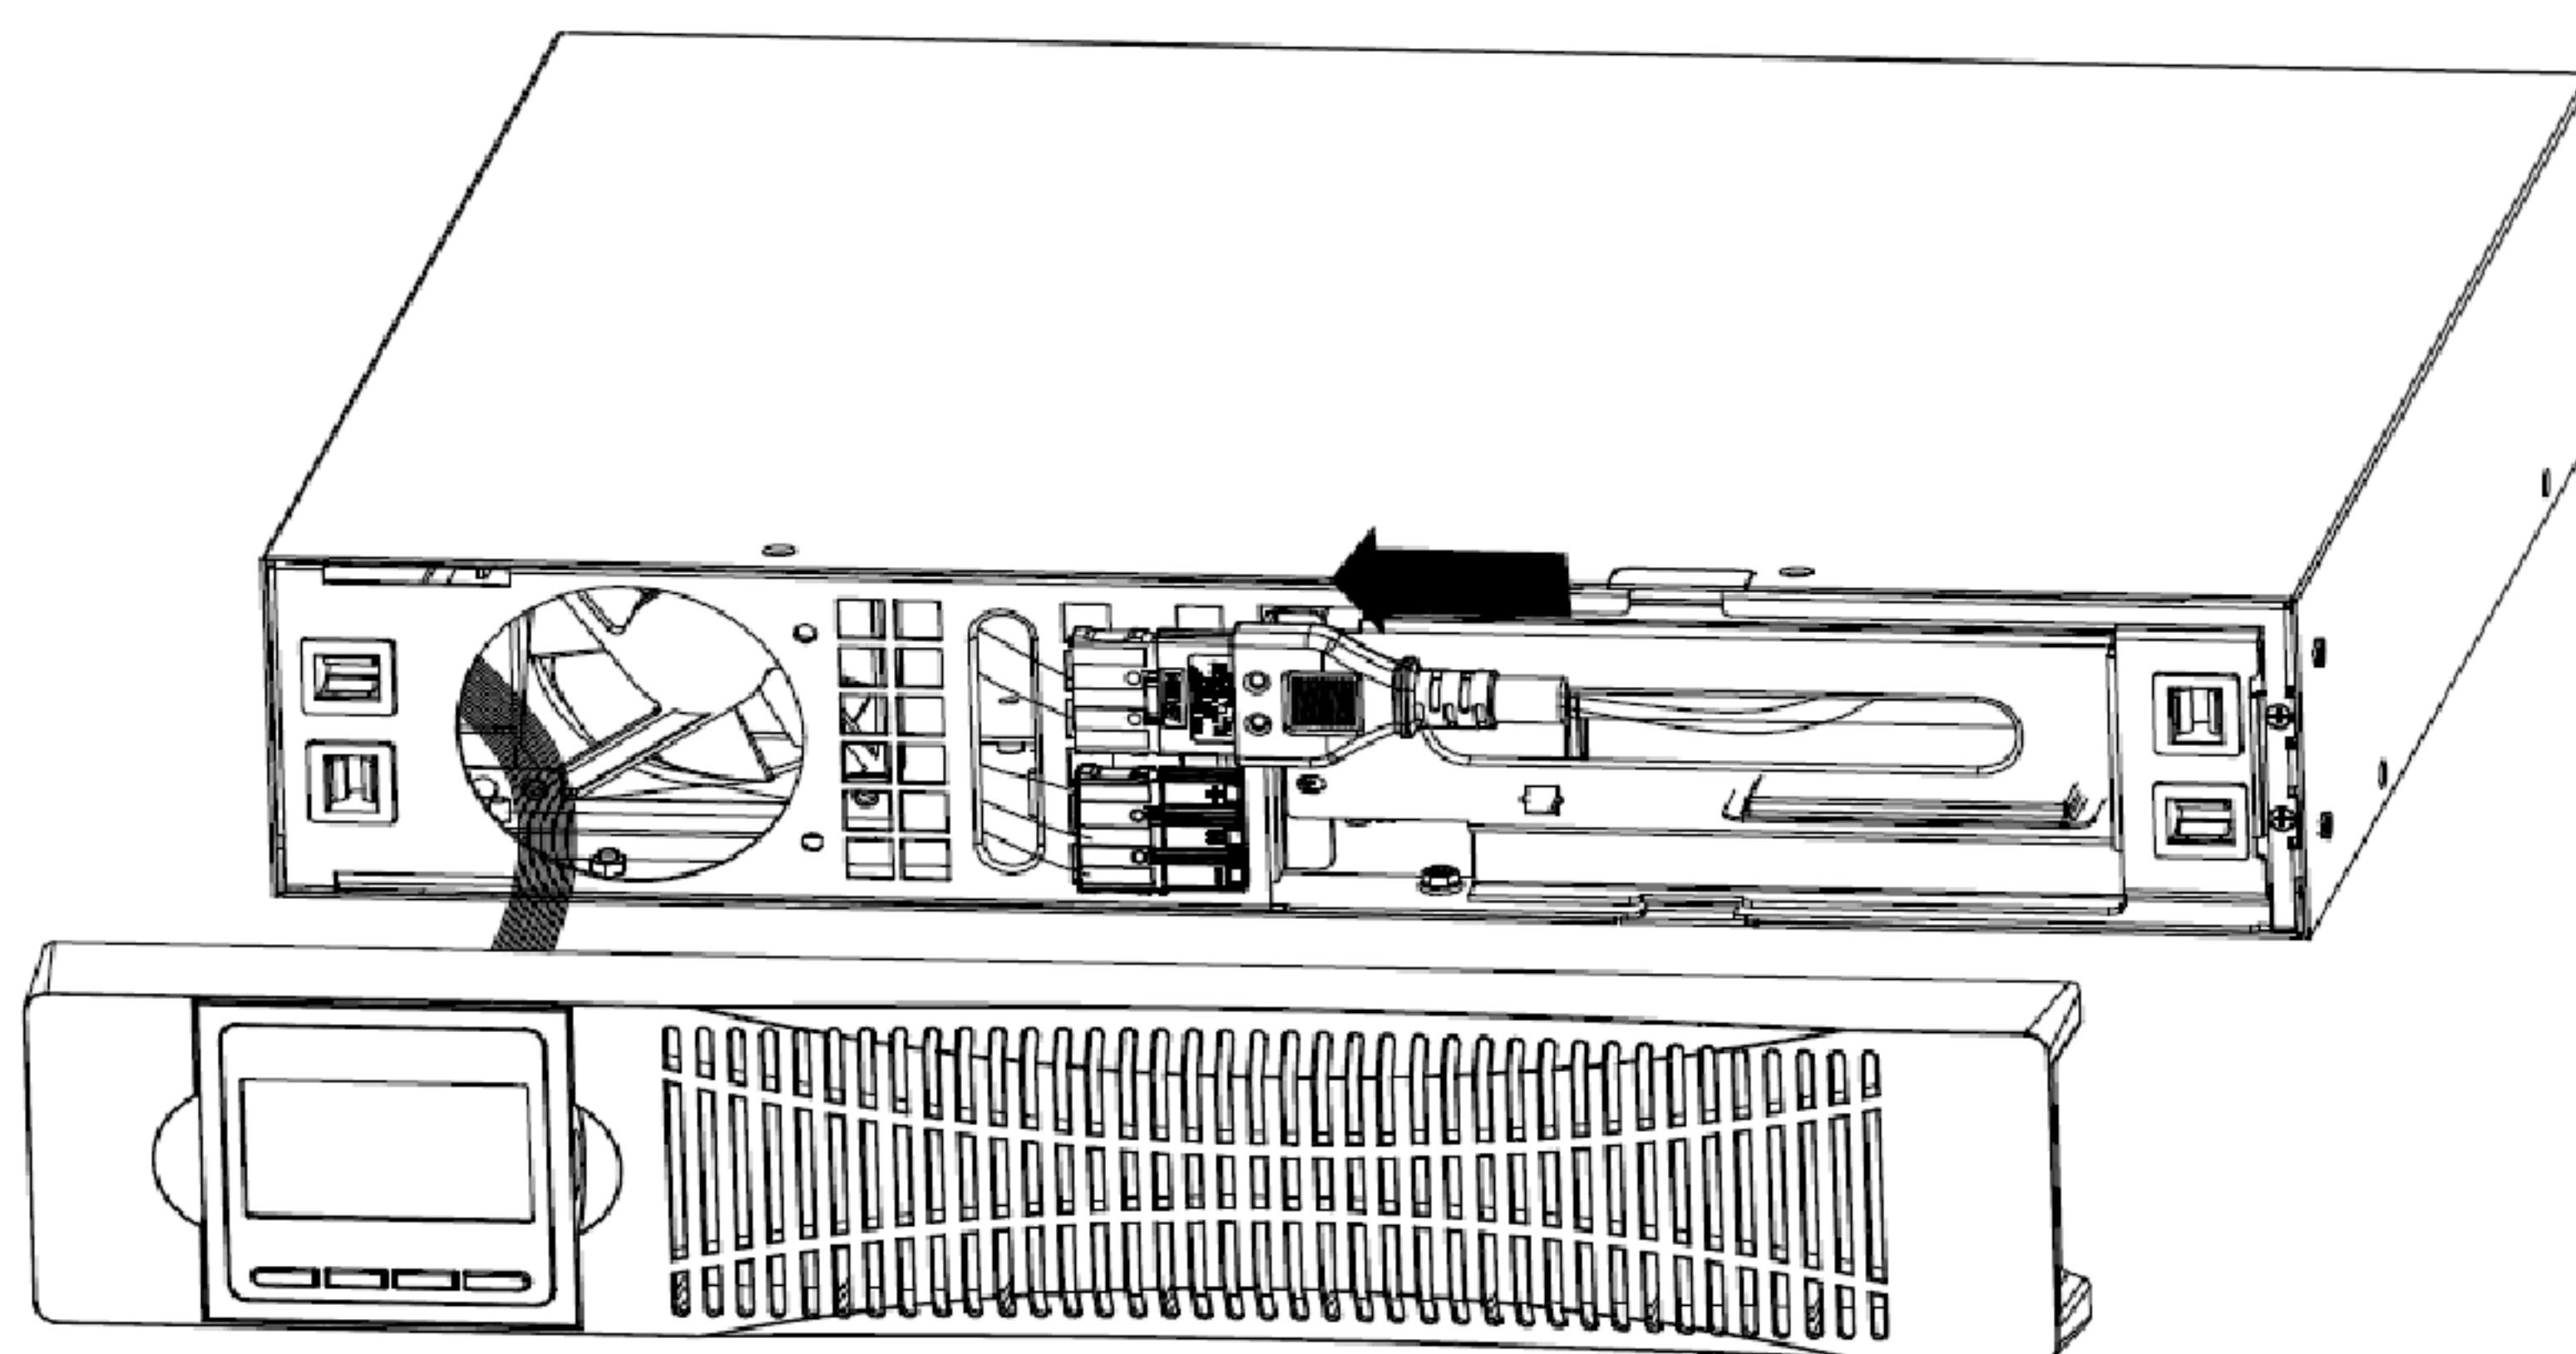

Рис. 13 — Подключение разъема встроенных аккумуляторов
2) Подключение разъема встроенных аккумуляторных батарей (см. Рис.13). Быстро и плотно соедините между собой разъемы красного цвета, для обеспечения надежного контакта.